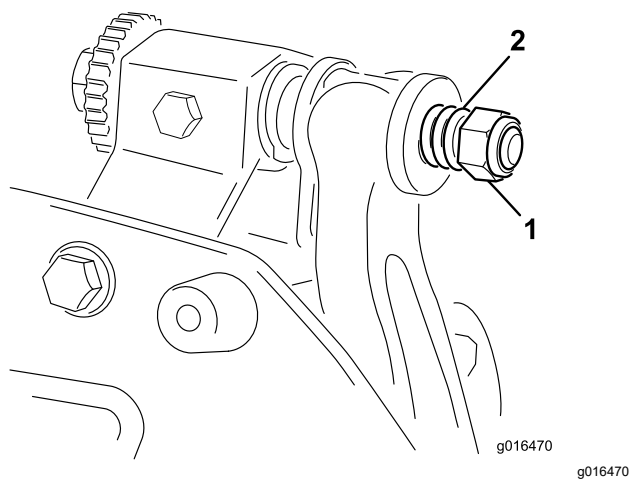

Figura 27
6. Serrate il dado di tensionamento della molla finché questa non è a riposo, quindi allentatelo di mezzo giro (Figura 27).